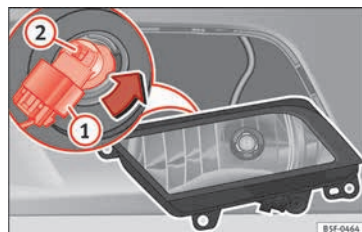

Fig. 114 Faro antiniebla.
- Extraiga el conector » **fig. 114 ①** de la lámpara.
- Gire el portalámparas » **fig. 114 ②** a la izquierda y tire.